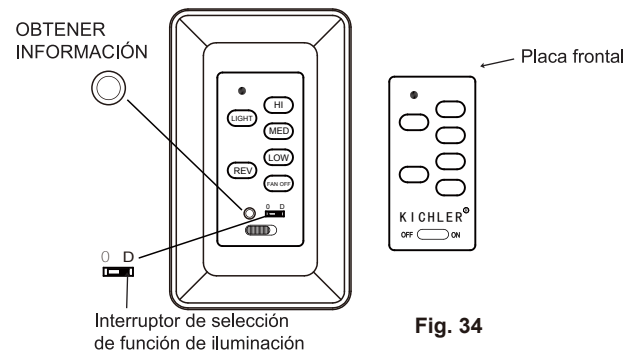

Fig. 34
ACTIVACIÓN DEL PROCESO DE OBTENER INFORMACIÓN (FIG. 34)
1. Utilice un destornillador plano pequeño y retire suavemente la placa frontal de la parte superior del transmisor de pared. (Fig. 34)
2. Una vez finalizada la instalación, encienda la CA y el INTERRUPTOR OFF  ON estará en posición ON dentro de los 30 segundos, oprima el botón LEARN (OBTENER INFORMACIÓN) durante 3 segundos. El ventilador se encenderá a velocidad media y se encenderá la luz (si estuviera instalada). Esto confirma que la configuración de SINCRONIZACIÓN INTELIGENTE está activa y funciona de manera adecuada. (Fig. 34)
INTERRUPTOR DE SELECCIÓN DE FUNCIÓN DE ILUMINACIÓN (Fig. 34)